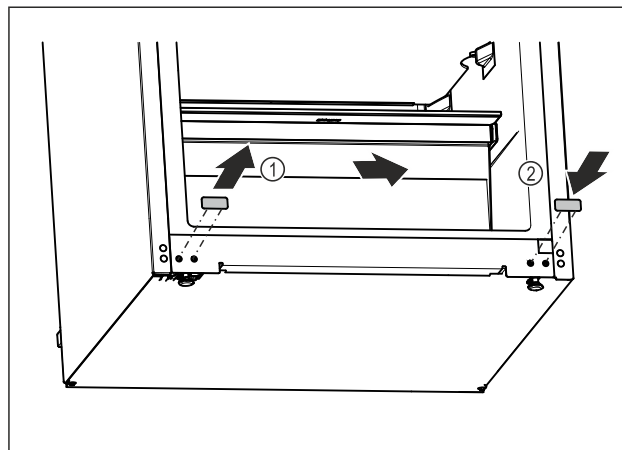

Fig. 16
- Извлеките заглушку. Fig. 16 (1)
- Установите заглушку на противоположной стороне. Fig. 16 (2)